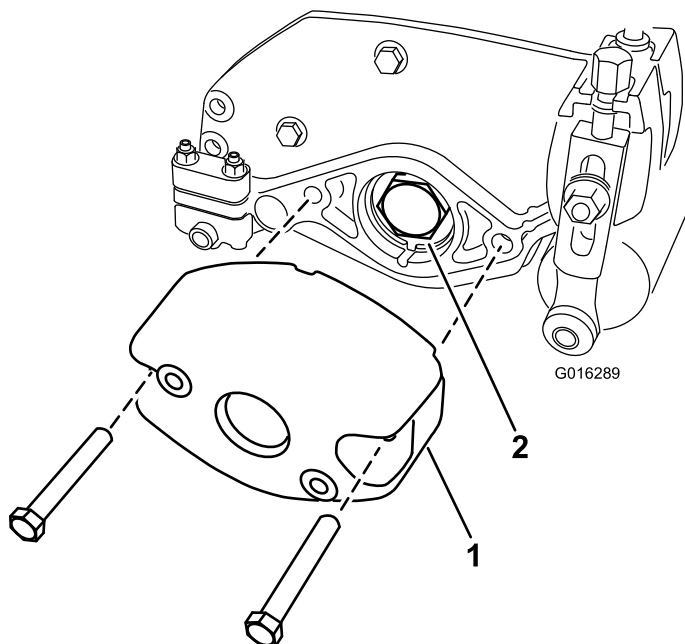

Figura 2
5. Retire los 2 pernos y tuercas que sujetan el contrapeso al extremo derecho de la unidad de corte. Retire el contrapeso (**Figura 2**).
6. Retire la tuerca del cojinete del eje del molinete (**Figura 2**).